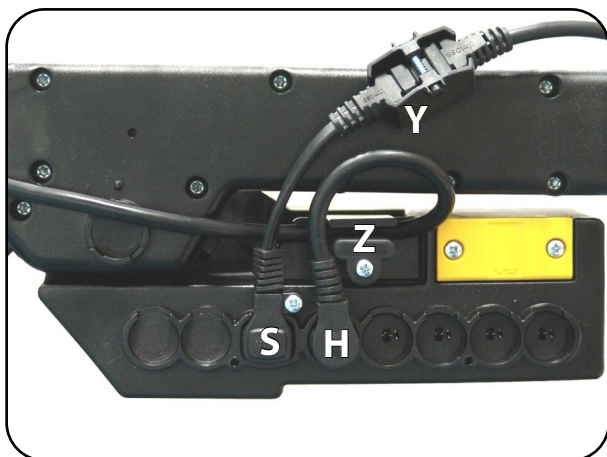

Abb. 6.2.04 - Steuerung
3. Schließen Sie die Handbedienung (H) an die Steuerung an und sichern Sie die Zuleitung der Handbedienung mit der Zugentlastung (Z) nach Abbildung 6.2.04. Lösen Sie hierzu die Abdeckung mit einem Schraubendreher, positionieren Sie die Zuleitung in der Zugentlastung und schrauben Sie die Abdeckung fest.